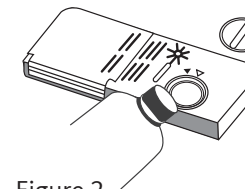

Figure 2
- Placez le bout de l'entonnoir (fourni) dans le trou et versez environ 1,5 kg de sel (figure 2).
- Versez le produit de rinçage dans le distributeur (Figure 2) jusqu'à ce que l'indicateur de niveau noircisse complètement. Attention de ne pas trop remplir le distributeur pour ne pas causer un surplus de mousse. Essayez tout débordement avec un chiffon humide. Le distributeur peut contenir environ 110 ml de liquide de rinçage.